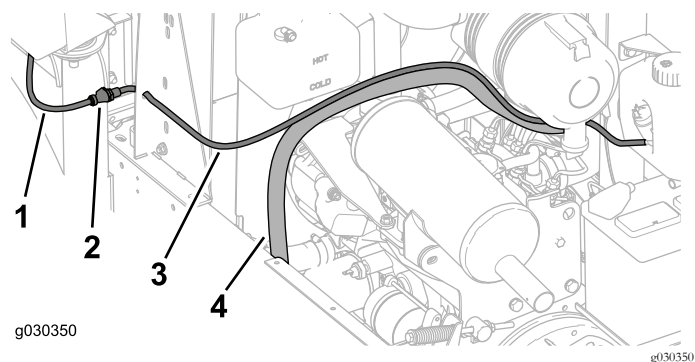

図 38
3. このウォッシャー用ホースをキャブから来ているウォッシャー用ホースに接続する 図 38。